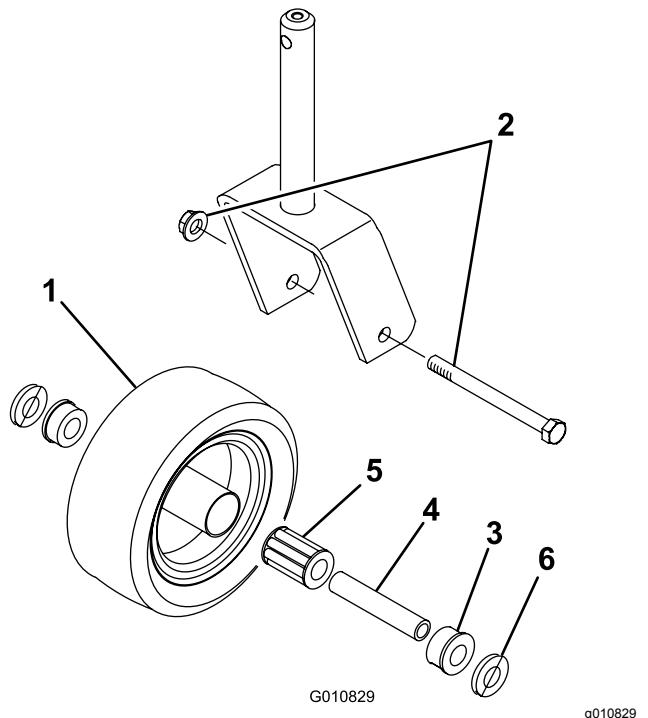

Figure 22
3. Sortez la douille pour clé du moyeu de roue (Figure 22).
9. Insérez l'autre bague dans le côté ouvert du moyeu pour bloquer le roulement à l'intérieur (Figure 22).
1. Enlevez le contre-écrou de la vis qui fixe la roue pivotante à la fourche (Figure 22).